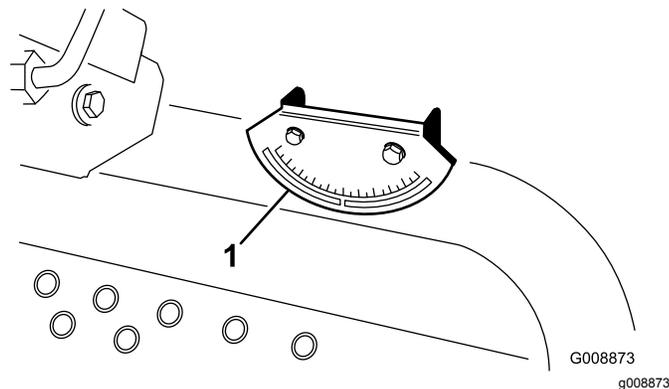

図 6
2. 機体のクロスビーム燃料タンク脇に携帯斜面計付属品を置いて、機体が水平になっていることを確認する図 6。このとき、運転席に座った状態で、機体に装着されている傾斜計の読みが0°であれば問題ない。